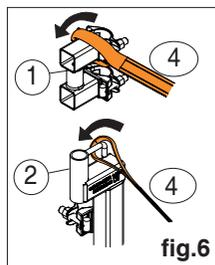

fig.6
**Nota:** prima di montare i due ancoraggi di estremità (1-telai boccole) (2-telai perni) sui telai del ponteggio, far passare le estremità del nastro (4) al loro interno come indicato in fig.6.